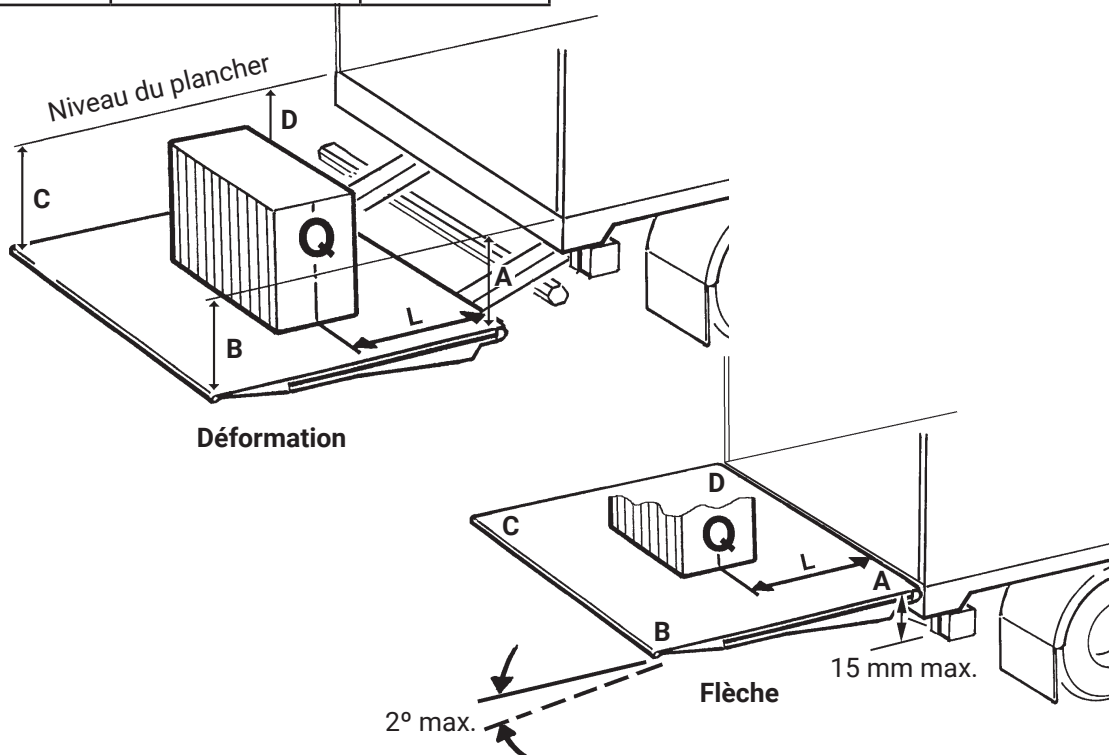

Figure 93. Test et vérification
- Placez le hayon élévateur à mi-hauteur entre le sol et le plancher du véhicule, la plate-forme à l'horizontale. Mesurez les dimensions de comparaison A-B-C-D, comme indiqué sur l'illustration Figure 93.